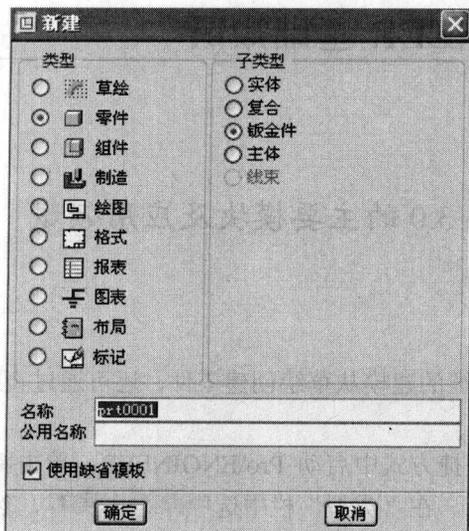

图 1-2 钣金件新建对话框
(1) 单击新建图标 ，系统弹出“新建”对话框，如图 1-2 所示。在“类型”栏中选中“零件”，然后在“子类型”中选择钣金件。
(2) 单击对话框底部的“确定”按钮，进入钣金设计模式。